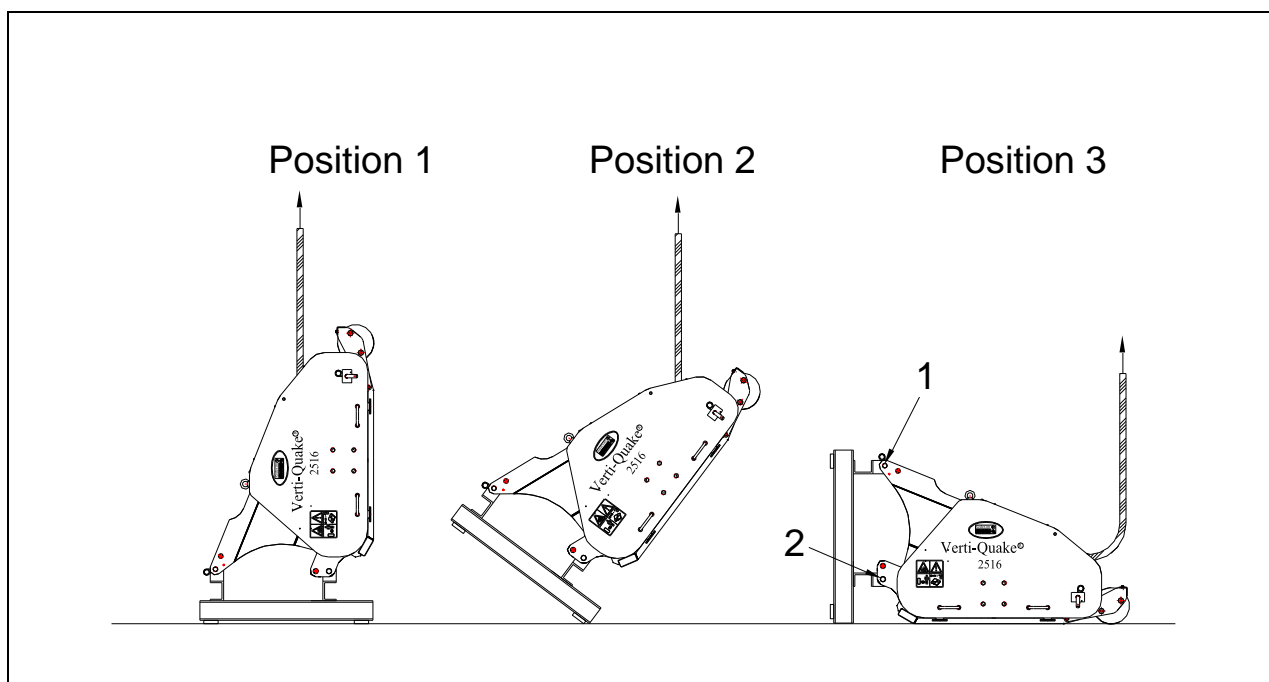

Fig. 7
Maskinen står vertikalt på pallan. Gör på följande sätt för att avlägsna pallan och placera maskinen horisontellt på marken (fig. 7):
1. Fäst en kabel i lyftpunkterna på var sida av maskinen. (Fig. 7 position 1)
3. Se till att maskinen står på pallans ena kant. (Fig. 7 position 2)
4. Sänk maskinen kontrollerat och försiktigt tills den står stadigt på marken. (Fig. 7 position 3)